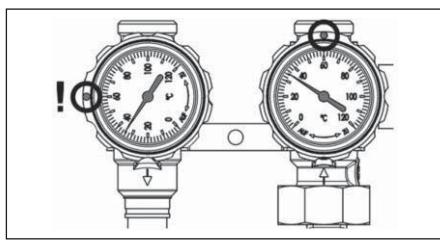

Abb. 6.18 Kugelhahnstellung Pumpenentlüftung
- Stellen Sie die Kugelhähne der Solarstation jeweils in die Position wie in Abb. 6.18 abgebildet (Winkelstellung des Thermometergriffes im vorlauf: 90°, Rücklauf: 0°).